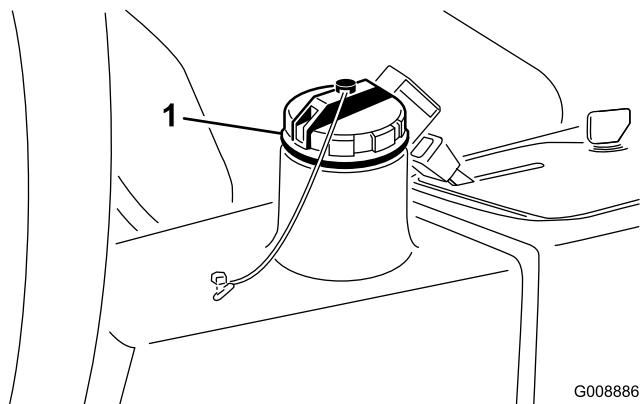

Figura 22
2. Limpie la zona alrededor del cuello de llenado y el tapón del depósito hidráulico (Figura 22). Retire el tapón.